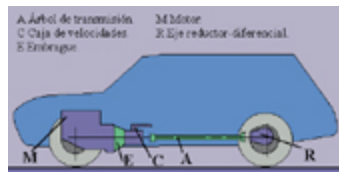

Fig. 3
- **Motor delantero y propulsión (fig. 3)**
Para describir los elementos de transmisión, consideramos (**fig. 3**) un vehículo con motor delantero y propulsión ya que en este el montaje emplea todos los elementos del sistema de transmisión: